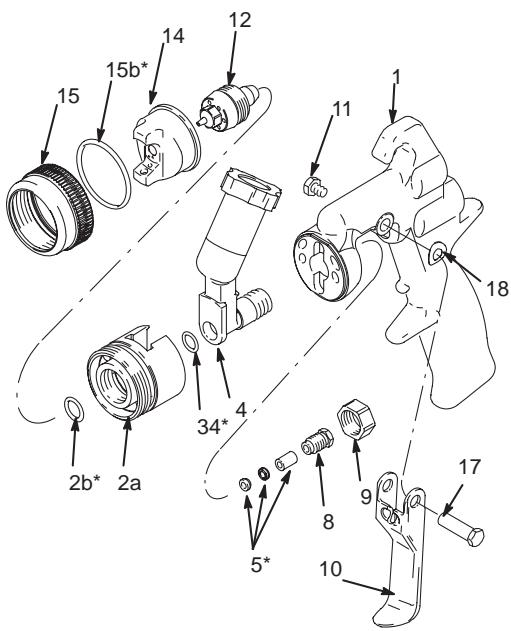

Fig. 23
1. Mens sprøjtehuset (2a) er afmonteret fra indsatsen (4), bruges en mekanisk tang til fjerne O-ring (2b) fra huset (2a).
2. Fjern O-ring (34) fra indsatsen (4). Se fig. 23.